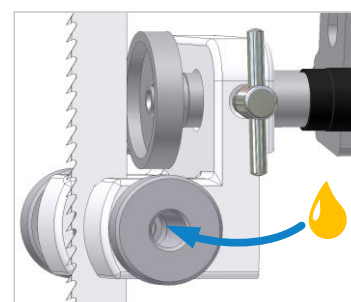

Figure 49 : huilage des galets latéraux
- Retirer les bouchons de fermeture des galets et verser quelques gouttes d'huile dans les roulements (voir ⇒ Figure 49).